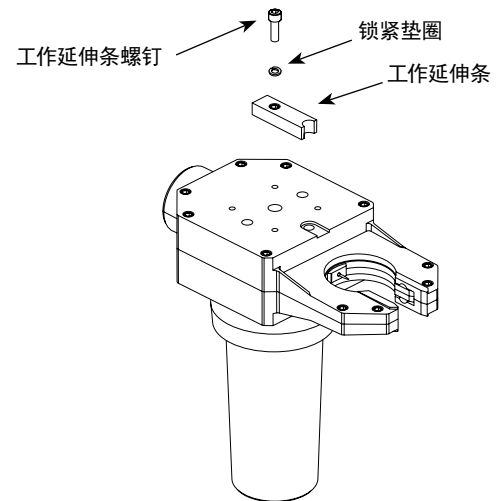

图 31 拆卸工作延伸条
3. 拆下带锁紧垫圈的工作延伸条螺钉，拆下工作延伸条。检查工作延伸条上是否有蚀坑、磨损或损坏。参考图 31。